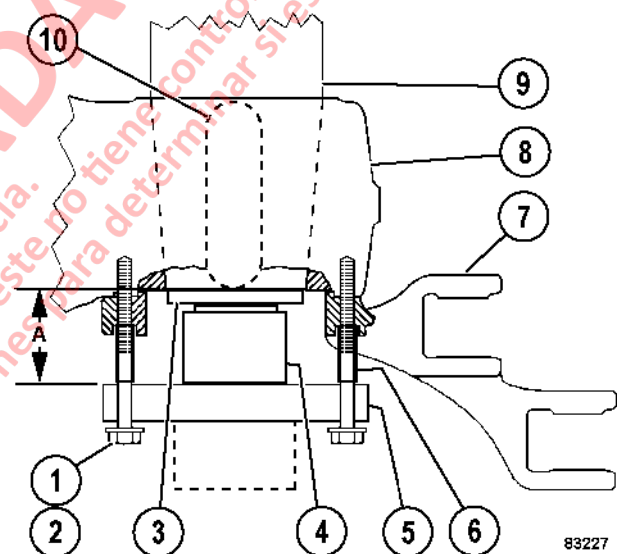

FIGURA 3-5. HERRAMIENTA EXTRACTORA CON ARIETE
Nota: Las herramientas empujadoras antiguas (5, figura 3-5) pueden haber hechas con un tubo redondo (se muestra como una línea de puntos) soldada a un lado. La herramienta puede ser instalada boca abajo y con un ariete hidráulico como se muestra.
Consulte Sección M8, herramientas especiales, de dimensiones para la fabricación de la herramienta de empuje del eje y los espaciadores (6, figura 3-5). También se requieren pernos y arandelas especiales.
16. Localice 16 pernos(1, figura 3-5) y las arandelas (2) tal como se especifica a continuación:
18. Instale la herramienta de empuje (5) como se muestra en la figura 3-5 con sólo tres pernos (1), tres arandelas (2) y tres espaciadores (6). Los tres pernos debe ser espaciados uniformemente. Apriete los tres pernos a **68 N-m (50 ft lb)**.
21. Comience aplicando presión en el ariete hidráulico para separar las partes. Si se alcanza la fuerza máxima especificada del ariete hidráulico y no se han separado las piezas cónicas, lenta y uniformemente aplique calor en el eje como se muestra (10, figura 3-5). El calor se debe aplicar en dos lugares separados por 180 grados. Permita que el calor penetre en el eje. Volver a aplicar calor según sea necesario. **No exceda 454 ° C (850 ° F) en cualquier lugar en el eje.**